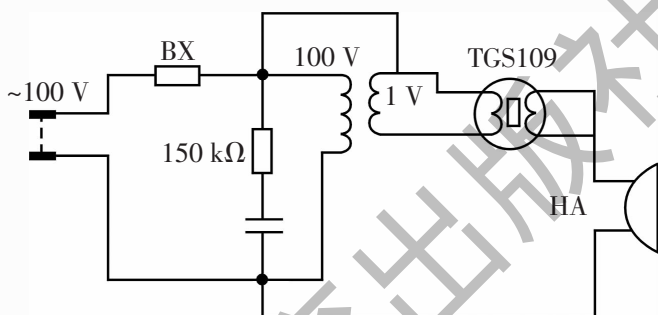

图 3-2-6 家用气体报警器的电路图
如图 3-2-6 所示是一种最简单的家用气体报警器的电路图. 气体传感器采用直热式气敏器件 TGS109. 当室内可燃性气体增加时, 由于气敏器件接触到可燃气体而使其阻值降低, 使流经测试电路的电流增加, 可直接驱动蜂鸣器 (HA) 报警.